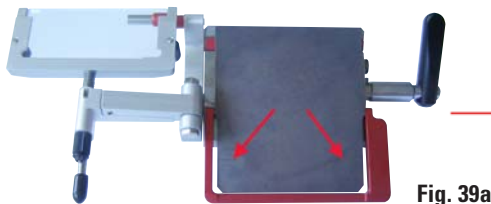

Fig. 39a
- Piegare la guida stendi-fetta lateralmente e fissare l'ugello di aspirazione alla piastra di pressione (mediante 4 magneti sul lato posteriore dell'ugello) - vedi contrassegno (fig. 39a).